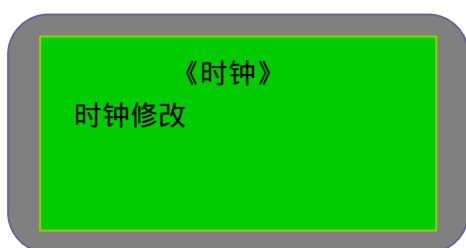

图 5-4-1
- 设置：在主菜单选择“设置”，进入设置画面。选项为时钟修改，如图 5-4-1。用下划线“_”标注编辑位，按“左移”键“右移”键改变编辑位的位置，编辑位的值可通过按“上移”键或“下移”键改变。输入结束后按“确认”键确认。